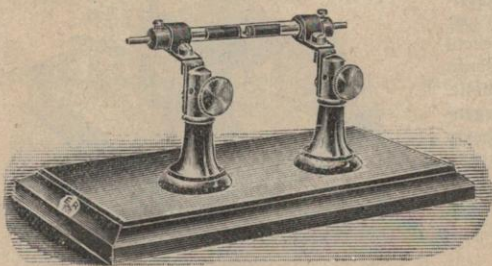
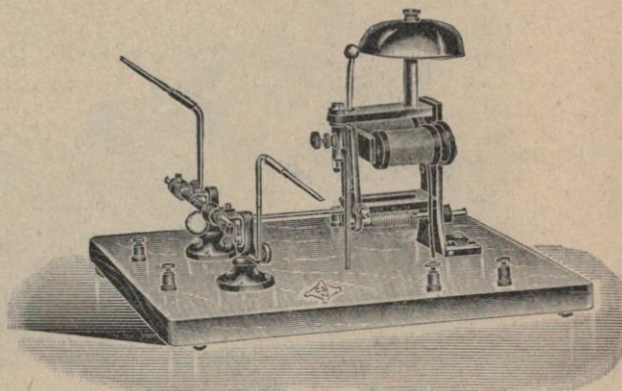

Fig. 384
Fig. 393
Lo stesso (fig. 384) montato su basetta legno, con supporti e colletti di serraggio a vite, serrafilì ecc. ecc.
B/14075. Soneria verticale (fig. 393). Modello originale tedesco, a doppia bobina, leva su punte di centro, molla antagonista a tensione regolabile con vite d'arresto. Su elegante basetta di 11×13 cm. Altezza totale 160 mm. Questa soneria è la stessa che si monta sull'apparecchio di telegrafia senza fili da L. 135. Prezzo (L) **11.75**
B/14074. Cohérer e soneria (fig. 393). I due apparecchi figure 384 e 392 montati su basamento in legno lucido di 24×16 centimetri costituiscono una piccola stazione ricevente completa ove si provveda di pila e di antenna. Sulla base sono disposti 4 serrafili perchè si possa usarla sia sola, sia coll'aggiunta di un relais, per operare a distanze maggiori. - Prezzo (L) **19.50**